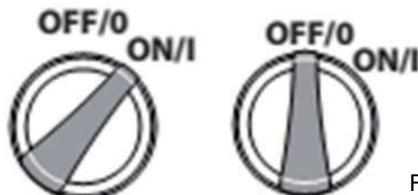

Fig. 3
5. Coloque el interruptor de red en la posición "I" (fig. 3).
2. Coloque el interruptor en la posición "O" (Fig. 3).
2. Desconecte el interruptor de red (posición "O", fig. 3).